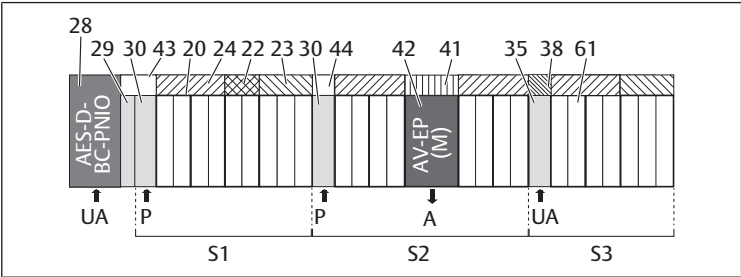

Fig. 22: Formazione di sezioni con due piastre di alimentazione pneumatica e una piastra di alimentazione elettrica
- Con i driver valvole sono possibili combinazioni di più dei seguenti componenti. Ved. → Fig. 22.